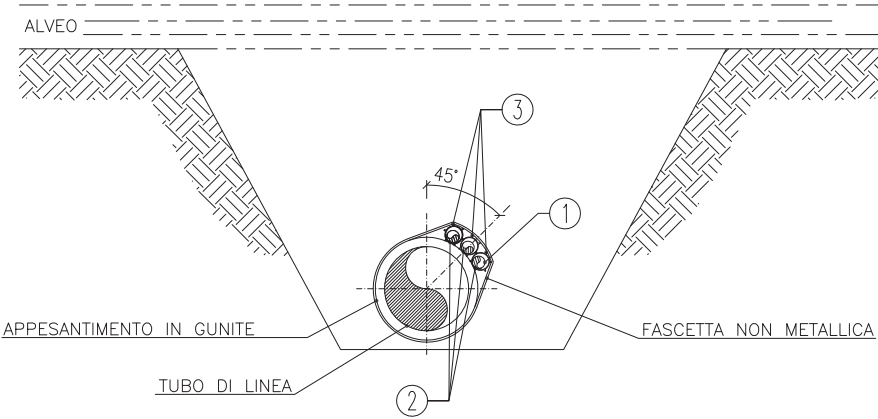

FIG.6 POSA IN CORRISPONDENZA DI MICRO-MINI TUNNEL IN C.A.
• Condotta all'interno di micro-mini tunnel in c.a. (vedi Fig.6)